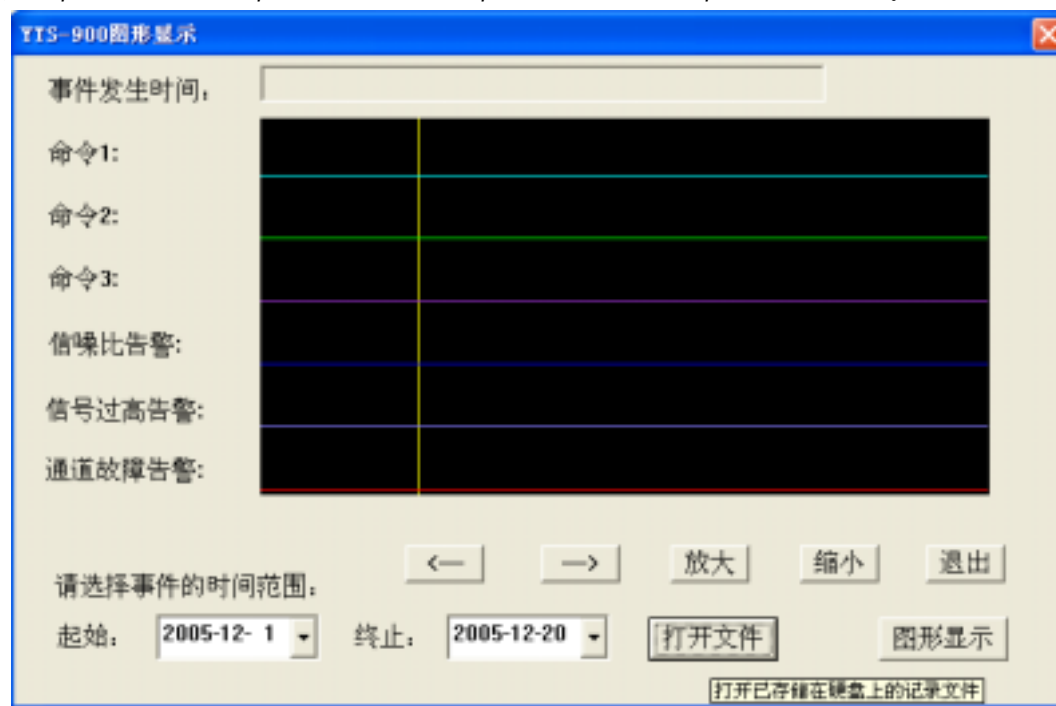

图 51
5) 单击“图形显示”按钮，将显示“YTS-900 图形显示”界面，在该界面上可以显示“命令 1”，“命令 2”，“命令 3”，“信噪比告警”，“信号过高告警”，“通道故障告警”，等事件的波形。如图 51